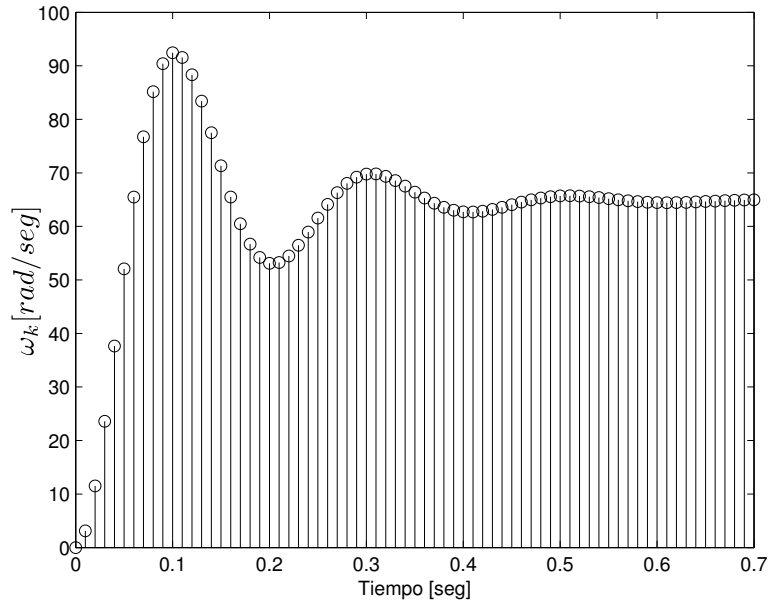

Figura 7: Evolución de ω_k para un período de muestreo $T_s = 0.01$ s.
Al aplicar un escalón (discreto) de 440 V en U_k , partiendo de condiciones iniciales nulas ($\omega_{-1} = \omega_0 = 0$), se obtiene la evolución de ω_k que se muestra en la Figura 7, para un período de muestreo $T_s = 0.01$ s y con torque de carga nulo.
1. Identifique la Función Transferencia Discreta (FTD) $U_k \rightarrow \omega_k$ a partir de la respuesta temporal de la Figura 7. Calcule sus polos.
1. Simule el modelo construido en **Simulink** para un escalón en U_k de 440 V. Compare la evolución de ω_k con la de la Figura 7. Verifique que sus cálculos del punto 1 sean correctos.